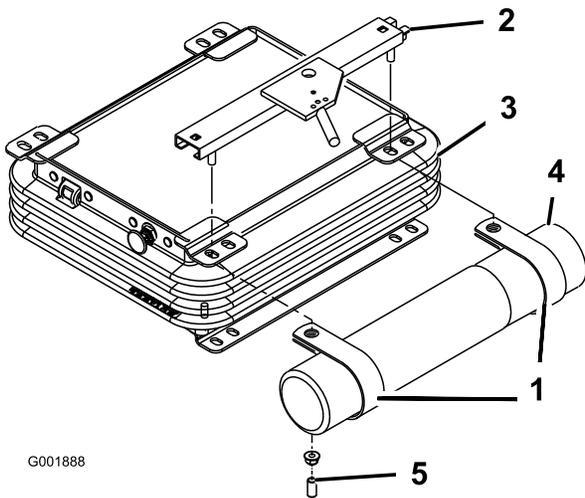

Рисунок 7
2. Удалите две гайки и два виниловых колпачка (если они были ранее установлены), которые крепят верхний кронштейн сиденья к левой стороне подвески сиденья (Рисунок 7).
3. Установите, не затягивая, R-образные хомуты на шпильки кронштейна сиденья с помощью двух ранее снятых гаек (Рисунок 7).
4. Установите тубус для хранения руководства в R-образные хомуты и затяните гайки (Рисунок 7).